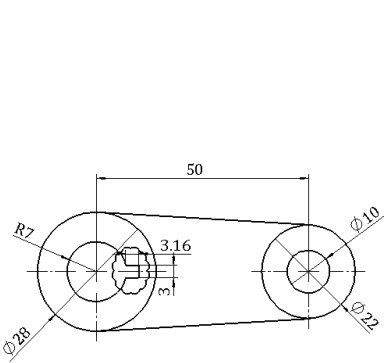

图 9-144 生成的修订云
- 03 指针移动到键槽中心，单击确定椭圆形的中心，然后拖动指针，改变椭圆的大小，在大小合适时单击，完成修订云线，如图 9-144 所示。